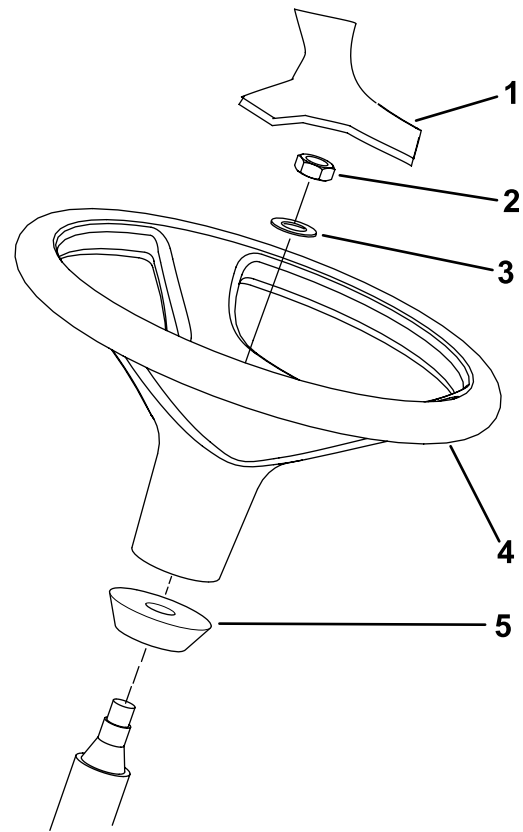

Figura 13
1. Rimuovete il volante dal supporto per il trasporto (Figura 13).
**Nota:** Accertatevi che il collare in schiuma rimanga sul piantone (Figura 13).
3. Collocate il volante e rondella sul piantone (Figura 13).
5. Montate il coperchietto sul volante (Figura 13).